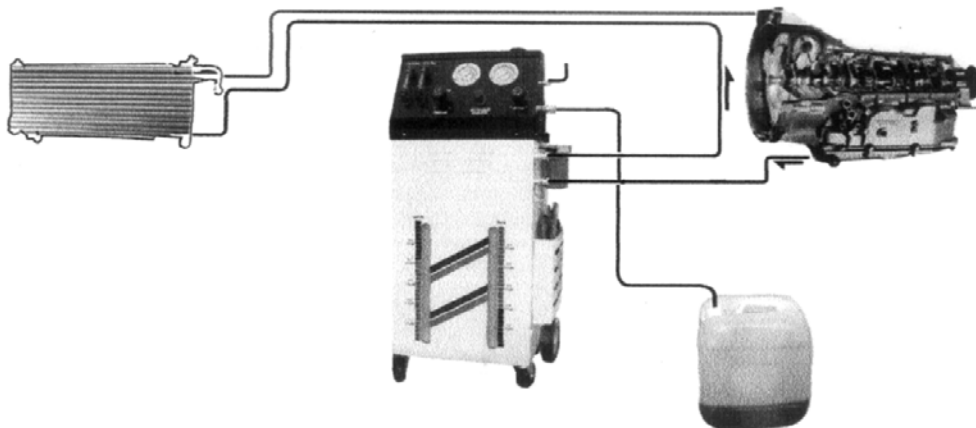

Рис. 4
2. Подключите обратный шланг установки к разъему выхода трансмиссионной жидкости из трансмиссии. Другой конец шланга подключите к установке (см. Рис.4).